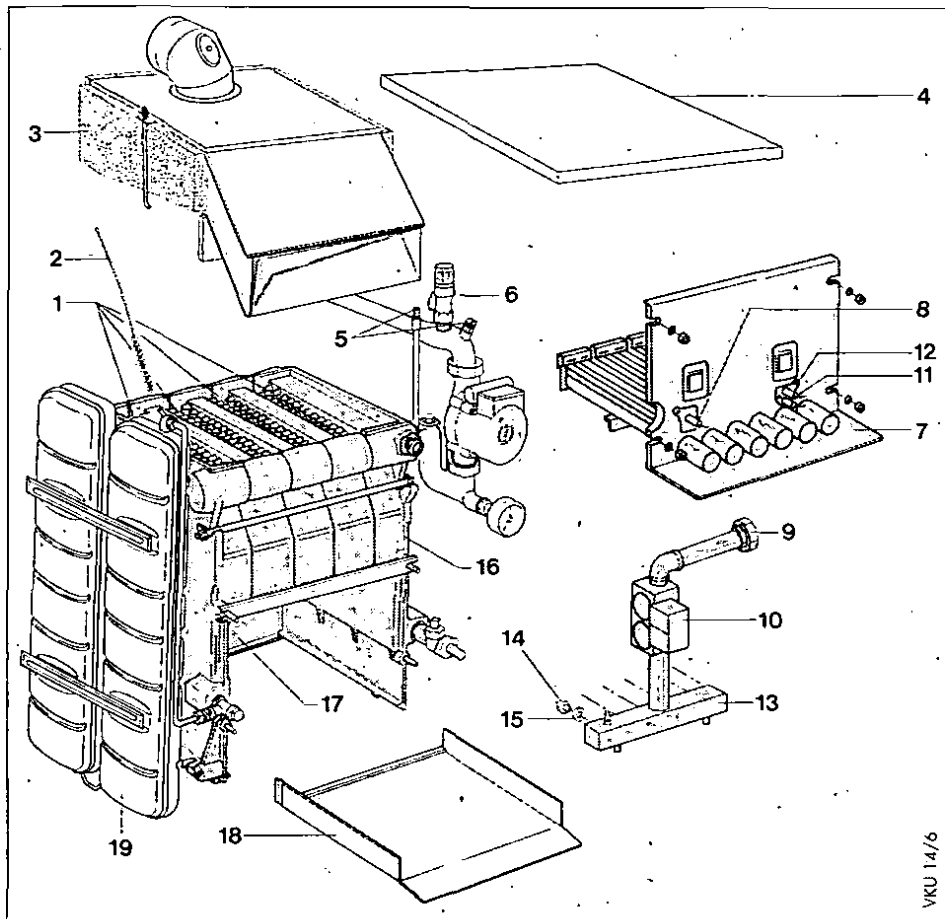
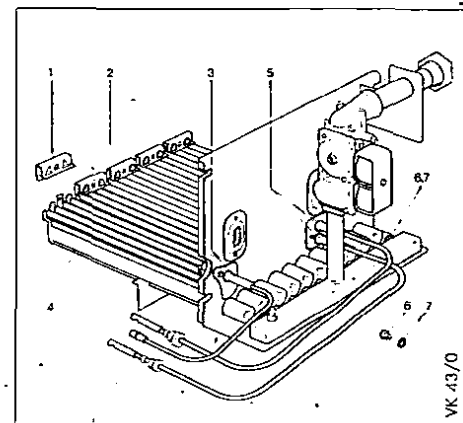

Abb. 13.1 Kesselblock-Reinigung
Abb. 13.2 Brenner-Reinigung
- Zum Säubern der Abgaszüge (1) die Kessel-Abdeckplatte und die Strömungssicherung abnehmen. **Abb. 13.1 Kesselblock-Reinigung** auf Seite 37.
- Die Anschlußverschraubung (9) lösen.
- Den Stecker am Gasregelblock (10) abnehmen.
- Ionisationskabel an der Steckverbindung trennen. Siehe **Abb. 13.2 Brenner-Reinigung** auf Seite 37.
- Brennerlanzen (4) siehe **Abb. 13.2 Brenner-Reinigung** auf Seite 37 im Bereich der Primärluftansaugung und der Austrittsöffnungen mit Pinsel oder
- Zur Reinigung der Brennerlanzen (4) die Keramikstäbe (2) abnehmen.
- Die Keramikstäbe (2) wie folgt abnehmen:
- Sicherungsblech (1) abziehen.
- Keramikstäbe (2) aus der Lagerung herausnehmen.
- Nach erfolgter Reinigung der Brennerlanzen (4) die Keramikstäbe (2) wieder einsetzen.
- Sicherungsblech (1) **Abb. 13.2 Brenner-Reinigung** auf Seite 37 wieder aufstecken.
- Hauptbrennerdüsen, Zündelektroden (5) und Ionisationselektrode (3) reinigen. Siehe **Abb. 13.2 Brenner-Reinigung** auf Seite 37.
- Die Abgaszüge (1) mit der Reinigungsbürste (2) gründlich säubern.
- Das Bodenblech (18, **Abb. 13.1 Kesselblock-Reinigung** auf Seite 37) herausnehmen und gründlich säubern, dann das Bodenblech (18) wieder einsetzen, dabei darauf achten, daß das Bodenblech (18) bis zum Anschlag eingeschoben wird.
Legende zu Abb. 13.1 Kesselblock-Reinigung auf Seite 37
Legende zu Abb. 13.2